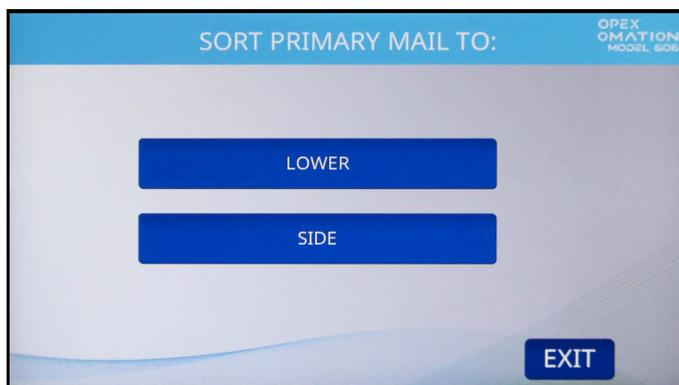

図 6-19 : プライマリーメールのソート先画面
3. プライマリーメールを LOWER(下) または SIDE(横) にソートするように選択します (図 6-19)。プライマリーメールは選択したコンベヤーに送られ、セカンダリーメールはすべて反対側のコンベヤーに送られます。